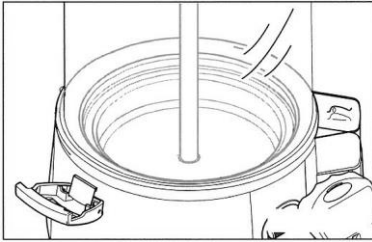

Fig. 34
5. La Fig. 34 muestra un recipiente correctamente ajustado; se distribuye uniformemente en el borde de la base.